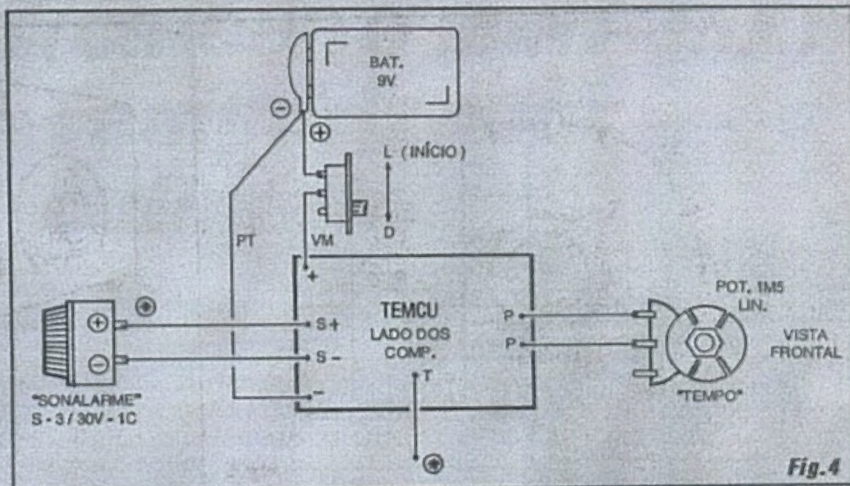

Fig. 4
- FIG. 4 - CONEXÕES EXTERNAS À PLACA - Continuamos "olhando" a placa pela sua face *não cobreada* (como na figura anterior...), porém agora a ênfase está nas ligações "da placa pra fora"... Observar os seguintes pontos: